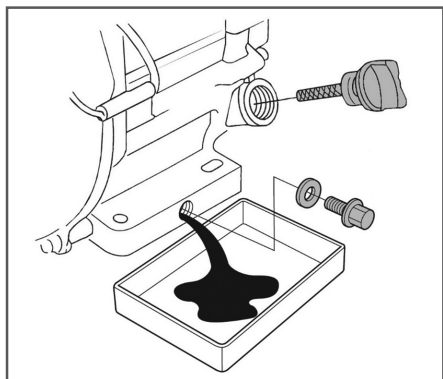

Рис. 14 Замена масла в двигателе
(1) Техническое обслуживание должно осуществляться более часто, при работе в пыльных условиях.
(2) Эти работы должны выполняться только в авторизованном сервисном центре.
- Очистите от загрязнений зону вокруг маслозаливной горловины. Извлеките крышку-щуп из маслозаливной горловины (Рис. 14) и протрите щуп чистой ветошью.
- Открутите пробку для слива масла и слейте отработанное масло в подготовленную для этого емкость (Рис. 14).